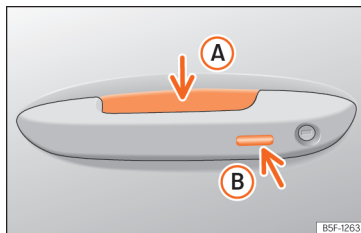

Fig. 72 Maneta de la porta: superfícies sensores.
»» **fig. 72**
- Toqueu la superfície sensora »» **fig. 72 B** situada al costat exterior de la maneta de la porta. Tots els intermitents parpellegen *una vegada*.
- Abans que transcorrin 5 segons, toqueu una vegada el sensor del costat exterior de la maneta de la porta >>> **fig. 72 (B)**. En fer-ho, no agafeu la maneta. El sistema Keyless Access queda desactivat temporalment.
Per **tancar amb la funció de confort** totes les finestretes elèctriques, mantingueu un dit durant uns segons sobre la superfície sensora de bloqueig >>> **fig. 72 (B)** de la maneta de la porta fins que s'hagin tancat les finestretes i el sostre.